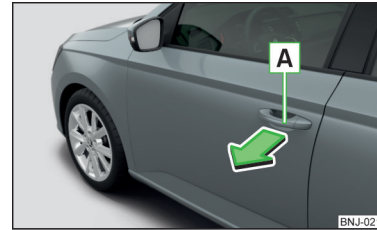

Abb. 50
- Zum **Öffnen von außen** das Fahrzeug entriegeln und am Türgriff **A** in Pfeilrichtung ziehen » Abb. 50.